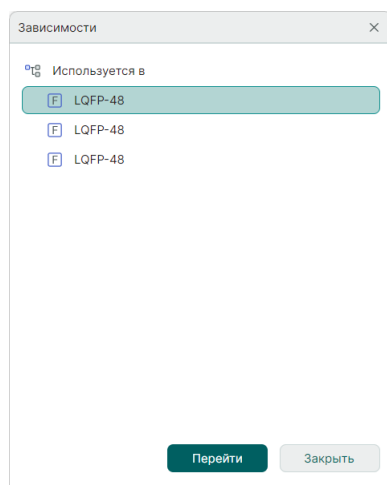

Рис. 123 Отображение зависимостей выбранного корпуса
3. В окне «Зависимости...» выбрать нужный элемент из списка и нажать , см. Рис. 123.